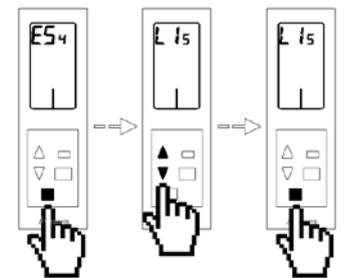

Fig. 101
- **Liberar una salida de control:** Si desea liberar un salida de control que haya asociada, seleccione ésta mediante las flechas Δ / ∇ y pulse el botón de confirmación para acceder al menú de liberar. En este menú le aparecerá por defecto la opción **SI** (5) para liberar la salida de control. En caso de no querer liberar esa zona seleccione **NO** (\bar{n}). Una vez seleccionada la opción deseada pulse el botón de confirmación . Para salir pulse el botón salir para volver al menú anterior. (Fig. 101)